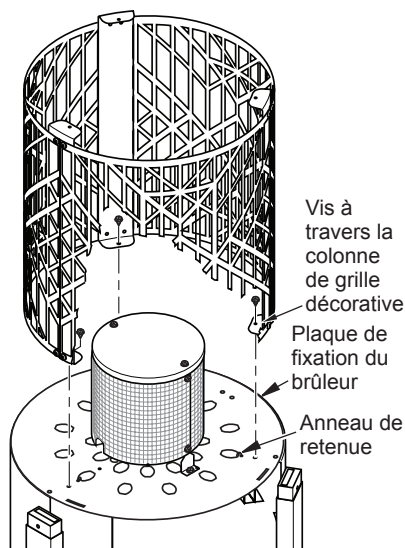
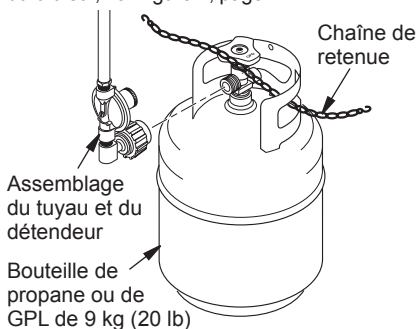

Figure 7 - Raccordement de l'assemblage de la grille à l'appareil de chauffage
Figure 12 - Raccordement de l'assemblage détendeur-tuyau à la bouteille de propane ou de GPL
13. Fixez l'assemblage des grilles à la plaque de fixation du brûleur avec 3 vis (C), une à travers le dessous de chaque colonne de grille décorative (voir figure 7).
22. Faites passer les anneaux de retenue (crochets en forme de « s ») par les trous dans la plaque de fixation du brûleur, comme illustré à la figure 7, page 7.
Utilisez seulement une bouteille de propane ou de GPL de 9 kg (20 lb) (non fournie). Consultez les informations relatives à la sécurité pour sélectionner la bouteille. Branchez l'assemblage tuyau/détendeur à la bouteille de propane (voir figure 12). Le tuyau devrait déjà être raccordé à l'appareil de chauffage. Lorsque vous raccordez l'assemblage du détendeur à la vanne de la bouteille, serrez à la main l'écrou dans le sens des aiguilles d'une montre jusqu'à un arrêt complet. **N'UTILISEZ PAS** une clé pour serrer. L'utilisation d'une clé endommagera les écrous de raccordement rapide et créera une situation dangereuse.
Faites passer la chaîne de retenue dans au moins une poignée de la bouteille de propane ou de GPL (voir figure 12). Assurez-vous que la chaîne passe dans une poignée de la bouteille et **NON** autour de la vanne de la bouteille. La chaîne ne doit pas entraver la vanne. Attachez les crochets des deux extrémités de la chaîne aux anneaux de retenue qui se trouvent sur la plaque de fixation du brûleur, voir figure 7, page 7.